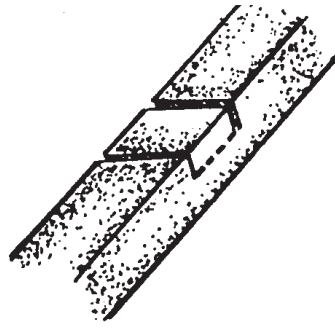

Figura 2
- Corta con el serrucho de costilla, las líneas marcadas sobre el canto, a la profundidad determinada por el grueso del travesaño (figura 2).